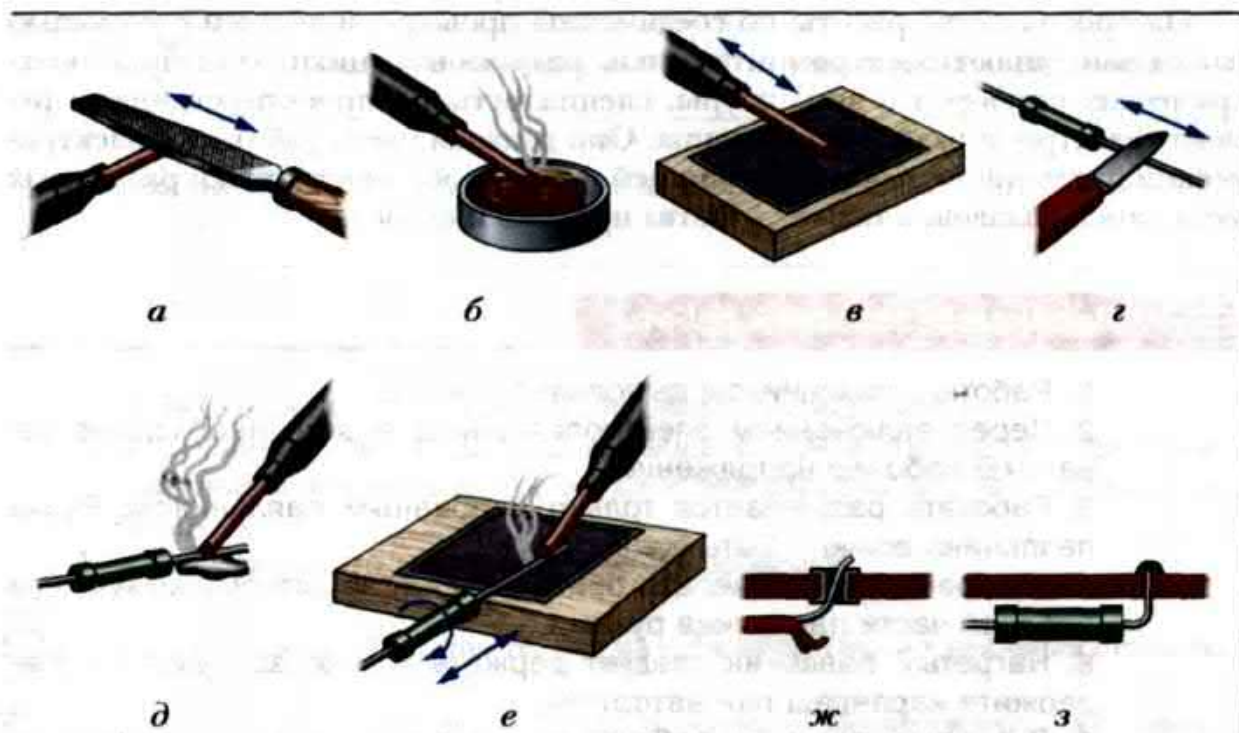

Рис. 34. Процесс паяния:
Процесс паяния монтажных соединений состоит из ряда основных и подготовительных операций (рис. 34, табл. 9). Рассмотрим эти операции.
1. Зачистить жало разогретого паяльника напильником (рис. 34, а).
2. Поместить жало паяльника в канифоль или другой флюс (рис. 34, б).
3. Набрать припой на жало паяльника и распределить его тонким слоем по поверхности жала (рис. 34, в).
4. Зачистить выводы деталей или концов проводов (рис. 34, г).
5. Покрывать зачищенные поверхности флюсом с помощью подготовленного паяльника (рис. 34, д).
6. Покрывать зачищенные поверхности тонким слоем припоя с помощью паяльника (рис. 34, е). Эта операция называется лужением.
7. Закрепить или плотно прижать паяемые детали друг к другу (рис. 34, ж).
8. Взять жалом паяльника небольшое количество припоя, опустить жало в канифоль и немедленно прижать к месту пайки, чтобы металл в месте соединения нагрелся до температуры расплавленного припоя. После того как место пайки прогреется, по нему распределяют равномерным слоем припой. Как только припой растечётся и покроет место пайки, паяльник удаляют, давая остыть расплавленному припою. Место пайки не рекомендуется трогать в течение 40 секунд (рис. 34, з). Оно должно быть блестящим, без наплывов. Нельзя перегревать паяльник — это приводит к быстрому выгоранию флюса и ухудшает свойства припоя.